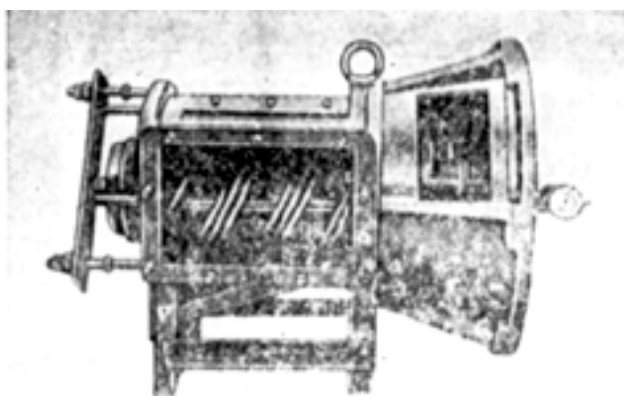

Рис. 36. Установка стакана на цилиндр I ступени
9.5.5. Выворачивая винты домкратиков (рис.35), зафиксировать положение роторов в цилиндре, установить стаканы с подшипниками на шпильки цилиндров и закрепить их (рис.36):
9.5.8. Установить индикатор со стопкой на фланец крышки-фонаря (см.рис. 36,40) и проверить суммарный торцовый зазор I ступени. Для этого, сдвинув рукой ро-